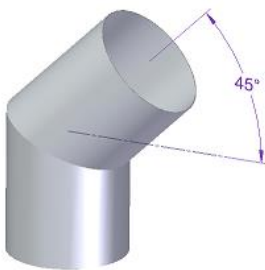
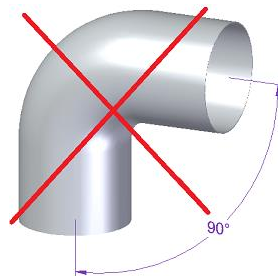

Figure 1 - Inclinaison correcte pour les tuyaux coudés
Figure 2 - Inclinaison incorrecte pour les tuyaux coudés
* Dans des conditions nominales de fonctionnement, le tirage des gaz de combustion doit être à l'origine d'une dépression de -12 Pa un mètre au-dessus du col de la cheminée. Pour effectuer une bonne installation, au moins 2 mètres de tube métallique de cheminée de même diamètre que la sortie de fumées de l'insert devra être appliqués verticalement. On pourra ensuite utiliser de nouveaux éléments de tubage d'une inclinaison maximale de 45°. La Figure 1 et la Figure 2 montrent respectivement l'inclinaison correcte et incorrecte dans le cas où vous devez installer une courbe.